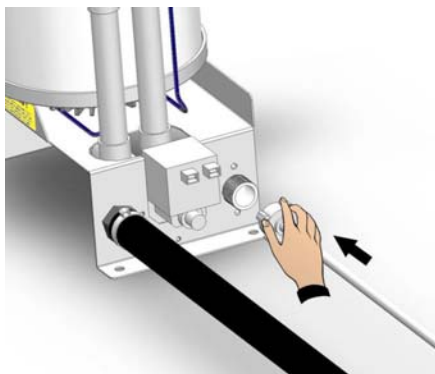

Fig. 21
4. Reliez la ligne de remplissage de l'eau au raccord $\frac{3}{4}$ GAS de l'électrovanne (fig. 21 et 22).